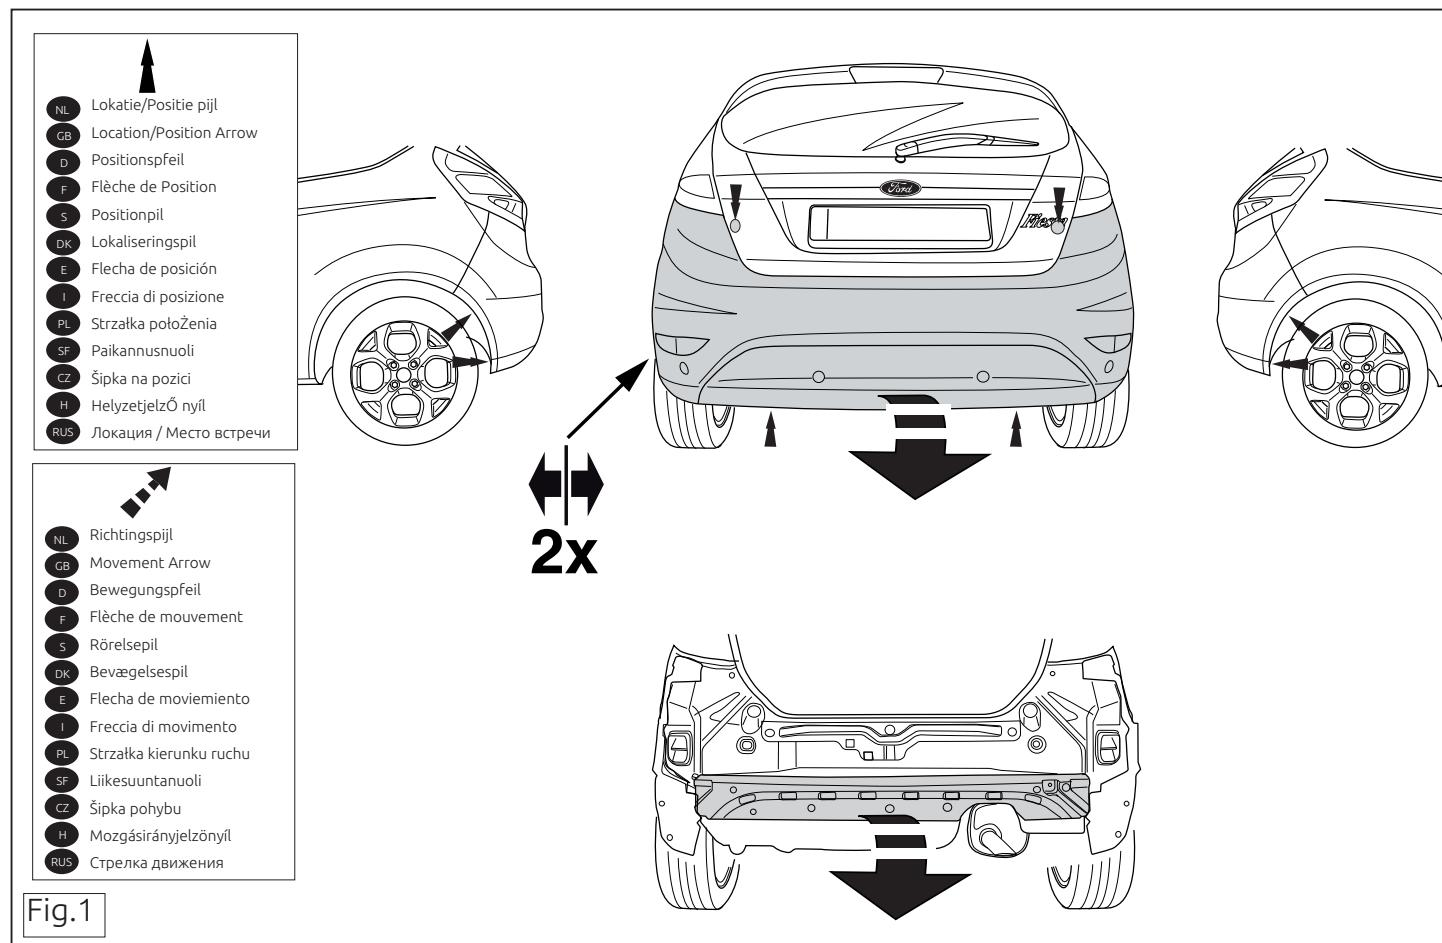

Fig.1
1. Remove the bumper including the tempex spacer. See figure 1.
1. Déposer le pare-chocs ainsi que le polystyrène expansé. Voir la figure 1.
1. Снять бампер вместе с распоркой из пенопласта. См. рисунок 1.